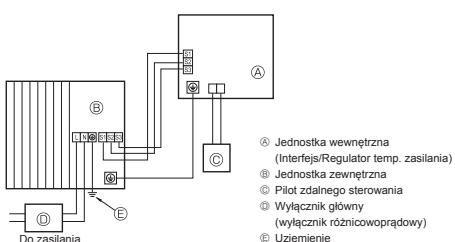

Fig. 8-1
8.1. Jednostka zewnętrzna (Fig. 8-1 i 8-2)
- ① Usunąć panel serwisowy.
- ② Podłączając przewody zgodnie z Fig. 8-1 i 8-2.